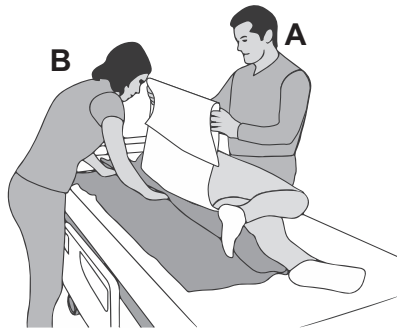

Figure 7
6. (Zorgverlener B) Plaats het glijzeil onder de zorgvrager, tussen het (steek)laken en het transferoppervlak. **(See Figure 7)** Plaats bij kortere glijzeilen het glijzeil onder het lichaamsdeel dat wordt bijgesteld.